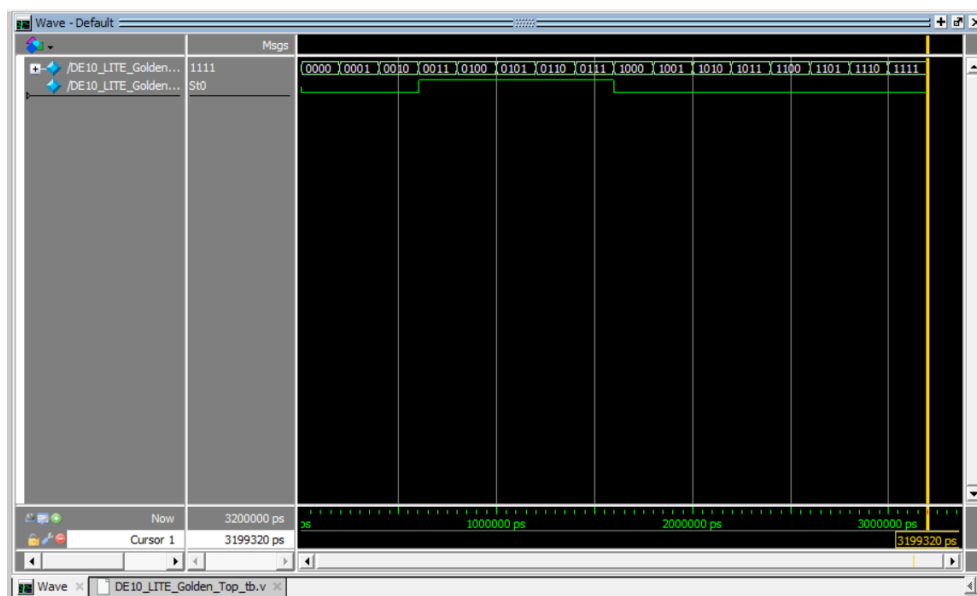

Figura 10: Resultado esperado para a simulação.
- Após corrigir o zoom, verifique se o resultado da simulação na forma de onda está de acordo com o esperado (Figura 10) para este projeto (verifique se a saída está de acordo com a especificação do circuito, sua tabela verdade e expressão booleana gerada pelo mapa de Karnaugh) Obs.: O zoom da waveform pode ser alterado ao se clicar com o botão direito do mouse na região preta e selecionando *Zoom In* ou *Zoom Out* ou mesmo *Zoom Full*.